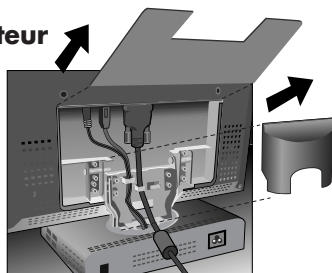

Figure AC.1
1. Retirez le couvercle arrière et le couvercle du câble (Figure AC.1).